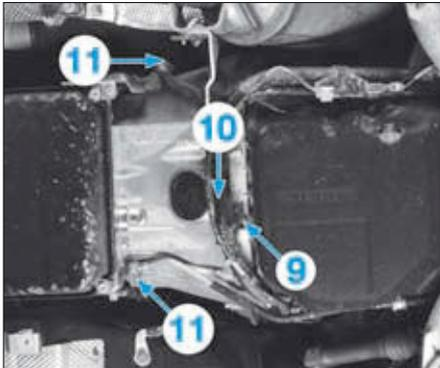

FIG. 7
- la vis (9) (Fig.7).
- Ecarter la goulotte (10).
- les 2 vis (11) d'alimentation en huile du refroidisseur,